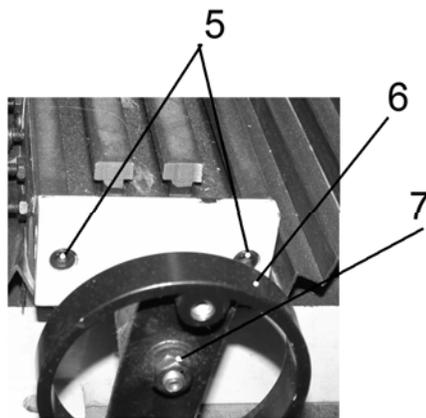

Рис. 3
- повернуть маховик (6), Рис. 3, на 2-3 оборота в направлении от крайнего положения;
- изменить направление движения переключателем (15);
- нажать кнопку (16).